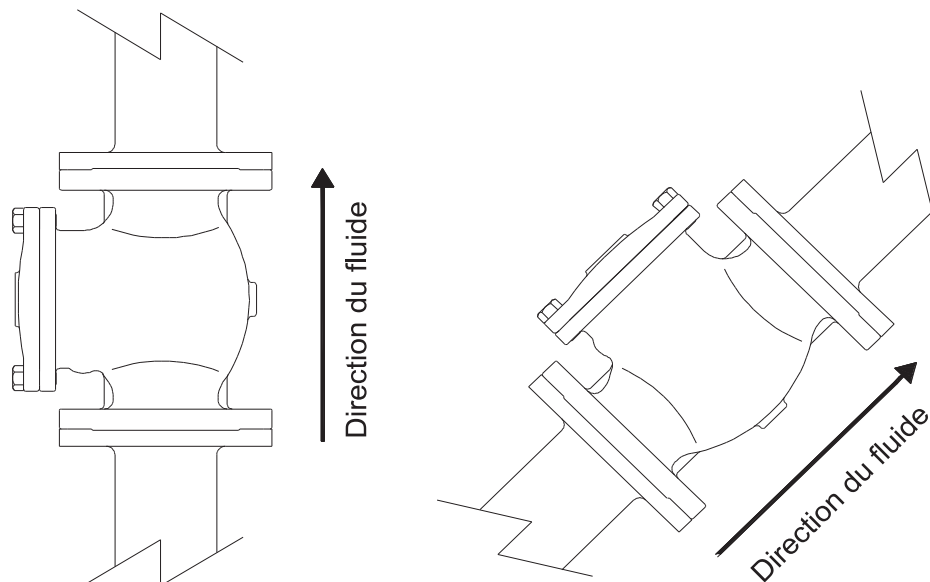

Fig.2
b) Tuyauterie verticale ou inclinée avec le fluide ascendant: dans ce cas bien précis, le clapet doit être monté comme l'indique la Fig. 2